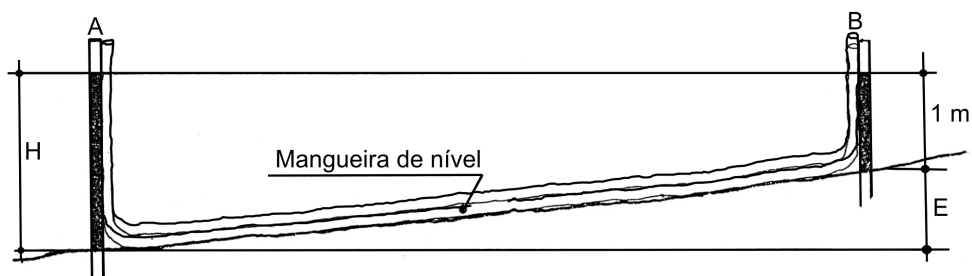

Figura 1 - Nivelamento com mangueira
- Crave duas balizas (A e B) de madeira, uma na frente e outra nos fundos da área onde será feita a construção. Na parte alta do terreno assinale na baliza (B) a altura de 1 m a partir do chão. Uma mangueira de nível deverá ser estendida entre as balizas, como mostra a *Figura 1*.